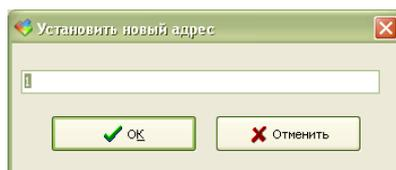

Рисунок 9 - Ввод адреса
4) При необходимости, установить новый адрес БАД-8 в системе. Для этого надо выделить в таблице строку с БАД и выполнить команду «Адрес». Ввести требуемый адрес и нажать кнопку «ОК» для записи нового адреса в память блока (рисунок 9).